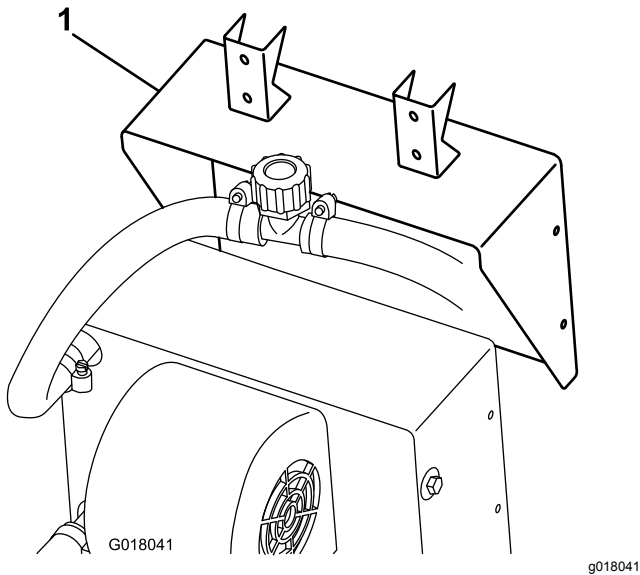

Figura 3
1. Fixe o suporte do aquecedor ao aquecedor utilizando os parafusos fornecidos com o aquecedor (**Figura 3**).